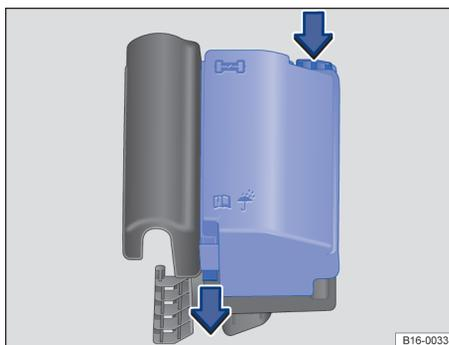

Fig. 193 Tapa de la caja de fusibles en el vano motor.
- Para desbloquear la tapa de la caja de fusibles, presione las teclas de bloqueo en el sentido que indican las flechas ⇒ fig. 193.